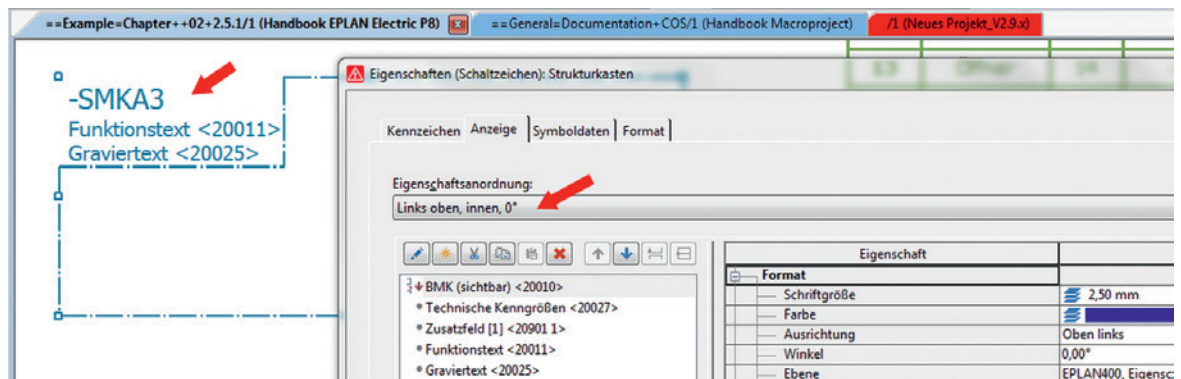

Bild 2.19 Strukturkasten mit Aussparung
- **Strukturkästen mit Aussparung zeichnen:** Diese Einstellung ermöglicht es, Strukturkästen automatisch von EPLAN mit einer Aussparung abzubilden. Anstelle des beispielsweise üblichen Rechtecks, wird dann, je nach Eigenschaftsanordnung, eine Aussparung gezeichnet und dort das BMK platziert (Bild 2.19).